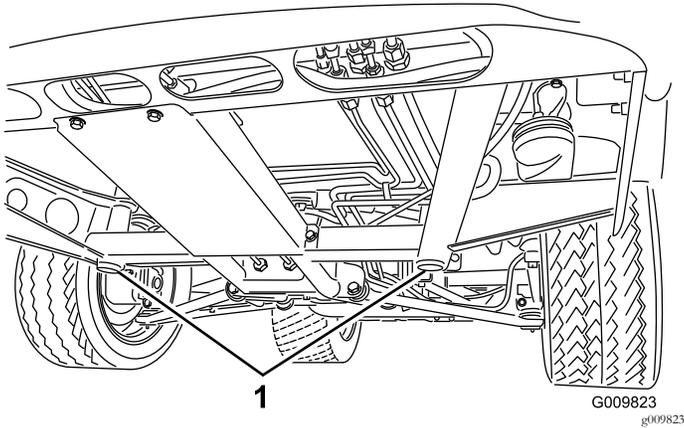
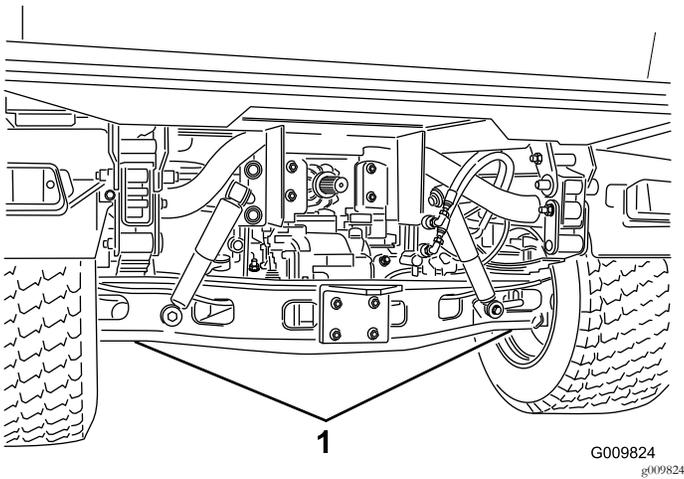

图37
图38
- 机器前部的支撑点位于前中心框架支架下面图37而后支撑点位于轴的下方图38。